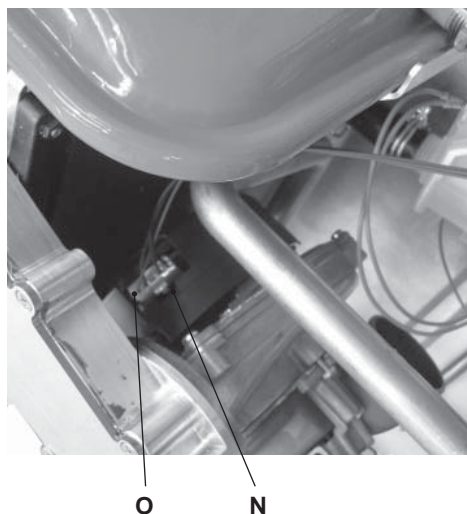

Figura 9.8
- Scollegare il connettore del ventilatore Opremando il gancio in plastica Nposizionato nella parte sottostante del connettore (Figura 9.8).